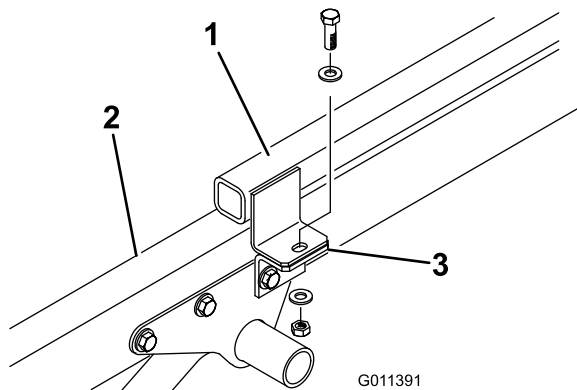

Рисунок 6
- Удалите болт, 2 плоские шайбы и контргайку, которые крепят каждый кронштейн навесного оборудования к соответствующему выступу сцепной рамы (Рисунок 6).